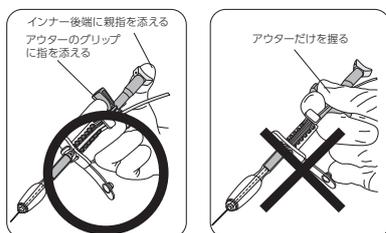

図 23
- ボタンを挿入する際は、必ずオブチュレータのインナー後端に親指などを添えて実施すること。オブチュレータのアウトターだけを押し込むと、インナーロックが破損する可能性がある。(図23)